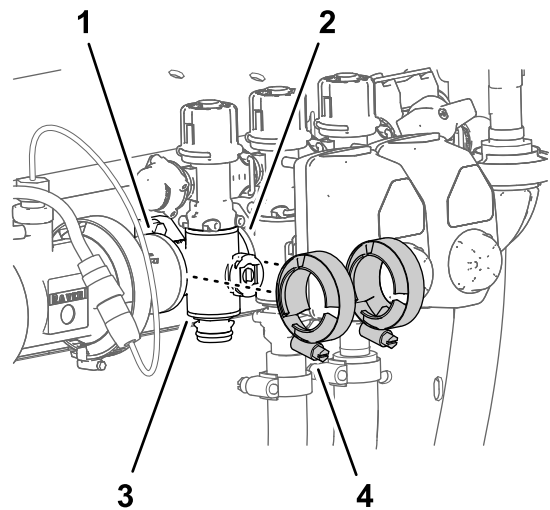

Figura 119
4. Monte provisionalmente las bridas de fijación que retiró en Retirada del distribuidor de sección \(página 85\) en las bridas del distribuidor de la válvula de sección y las bridas de las otras válvulas de sección y/o adaptadores de acoplamiento (Figura 119).
7. Apriete las 2 bridas de fijación a mano (Figura 119).